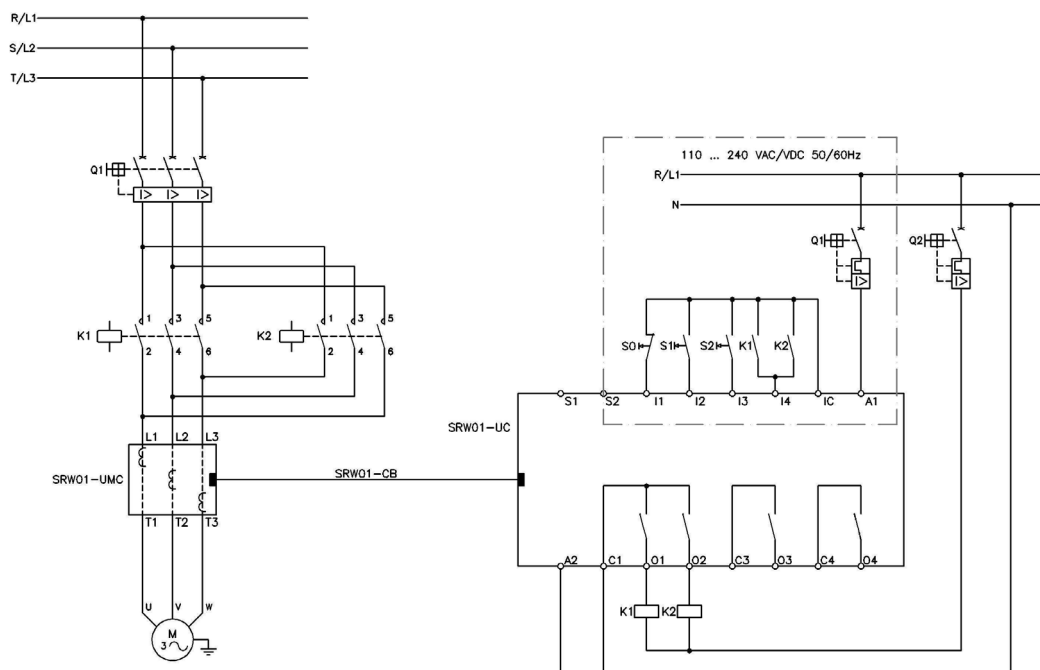

Figura 5.9 - Esquema de conexión para el Modo de Operación Arranque Reverso utilizando entradas digitales en 24 Vcc y accionamiento por Pushbutton (P230 = 1)
El esquema de la figura 5.9 presenta un ejemplo de la utilización de la Unidad de Control (UC), en el modo de operación Arranque Reverso con accionamiento a través de las entradas digitales (P229 o P232 = 0) en 24 Vcc, utilizando lógica de control a tres cables (Pushbutton) (P230 = 1).